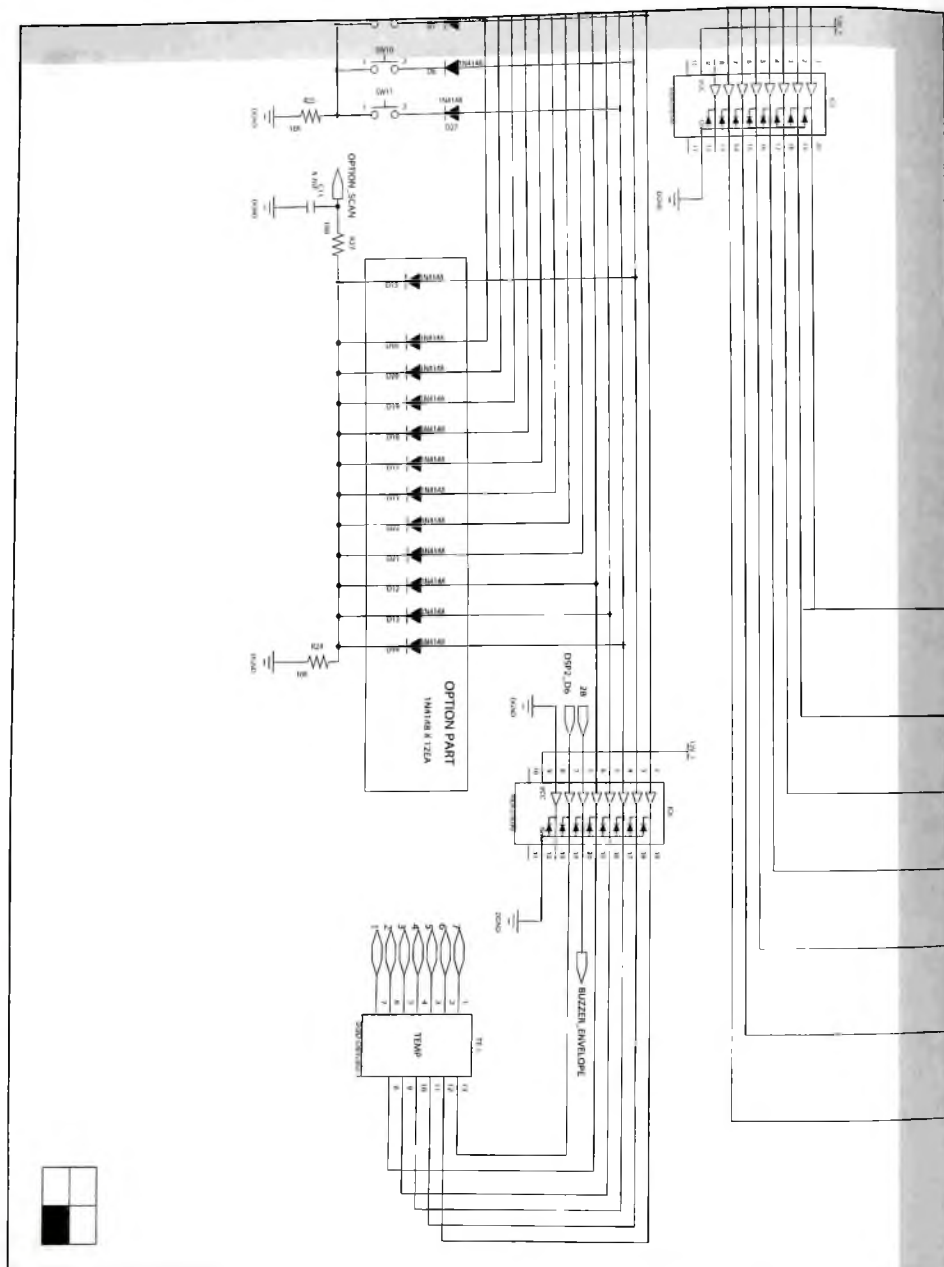

Рис. 5. Принципиальная электрическая
- стабилизатор напряжения 5 В (+5V) IC2 (питание компонентов на модуле ПУ) (рис. 5);
После нажатия кнопки включения питания SW1 на ПУ (рис. 5) формируется сигнал POWER_SW, который через контакты 3 соединителей CN2 (на ПУ) и CN21 (на ЭМ) поступает на МК TE2 (выв. 22) силового ЭМ. После этого микроконтроллер переводит ИП в рабочий режим (сигнал STDBV переходит в пассивное состояние), включает сетевое реле RY72 (через ключ Q71) сигналом MAIN_RELAY (с выв. 31), открывает ключ IC20 (коммутирует питание 12 В на ПУ) и выставляет/сбрасывает сигнал RESET_MAIN (рис. 5) на IC3 по цепи: выв. 38 IC3 — Q1 (ПУ) — контакты 8 CN2 (ПУ), CN21 (ЭМ) — выв. 6 TE2. Затем по последовательному интерфейсу начинается штатный обмен данными между МК обоих модулей. После этого оба ЭМ, как и сама СМ, переводятся из дежурного в рабочий режим.